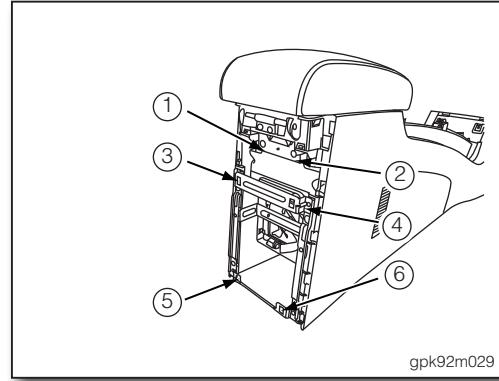

图 4
2. 由中央扶手后方, 拆下后固定架上方固定螺栓①、②, 及固定螺丝③~⑥(如图 4)。